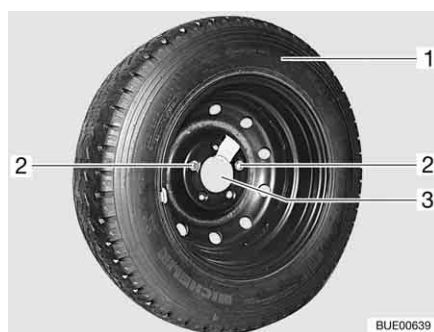

Fig. 250 Supporto per la ruota di scorta nel garage di coda
- Svitare e rimuovere entrambe le viti di fissaggio (Fig. 250,2) con la dotazione attrezzi.
- Rimuovere la ruota di scorta (Fig. 250,1) dal supporto (Fig. 250,3).